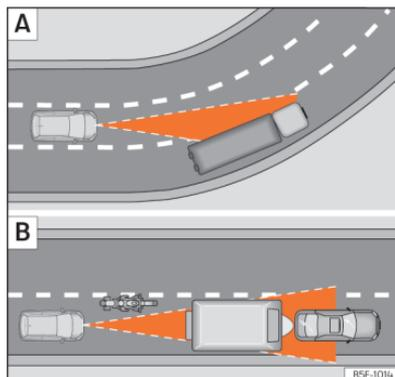

Abb. 108 **A**) Fahrzeug in einer Kurve. **B**) Vorausfahrender Motorradfahrer außerhalb des Erfassungsbereichs des Radarsensors.
Es ist möglich, dass die ACC das vorausfahrende Fahrzeug in der Kurve nicht erkennt oder die Entfernung zu Fahrzeugen einstellt, die sich auf anderen Fahrspuren befinden »» (Abb. 108)
- Versetzt fahrende Fahrzeuge oder Fahrzeuge, die außerhalb des Erkennungsbereichs des Sensors fahren, z. B. Motorräder »» (Abb. 108)